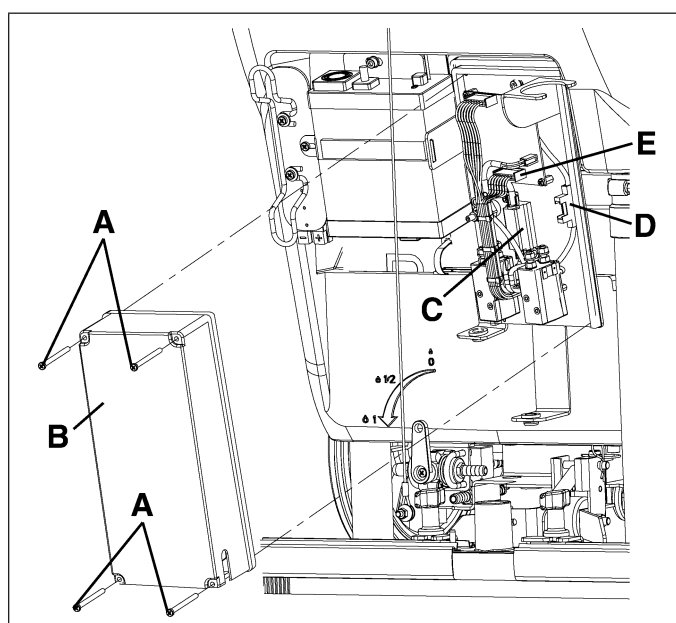

Figure 32
3. Dévisser les vis (A, Fig. 32) et déposer le couvercle (B) du boîtier des composants électriques.
- Fusible brosse (C, Fig. 32) : (40 A)
- Fusible aspiration (D, Fig. 32) : (40 A)
- Fusible électrovanne et carte électronique (E, Fig. 32) : (5 A)